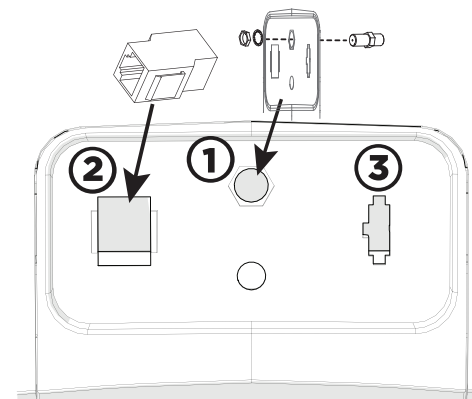

Рисунок 12
1. Подключение к телевизору ①:
- a. Установите телевизионный (коаксиальный) ответвитель, звездчатую шайбу и гайку в гнезда на нижней панели АМТ и затяните (см. рисунок 12).
2. Подключение Ethernet ②:
- a. Подключите ответвитель Ethernet к гнезду на нижней передней части АМТ (см. рисунок 12).
3. Подключение к консоли ③:
- a. Подключите кабель питания консоли к гнезду (см. рисунок 12).